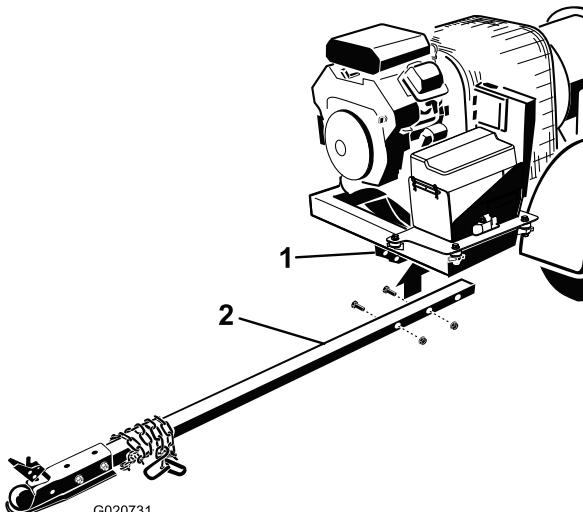

図 6
2. フレームプラケットにヒッチチューブに差し込む（図 6）。ボルト (3/8 x 3in) 2本とフランジナット (3/8in) を使用して、チューブをフレームに固定する。